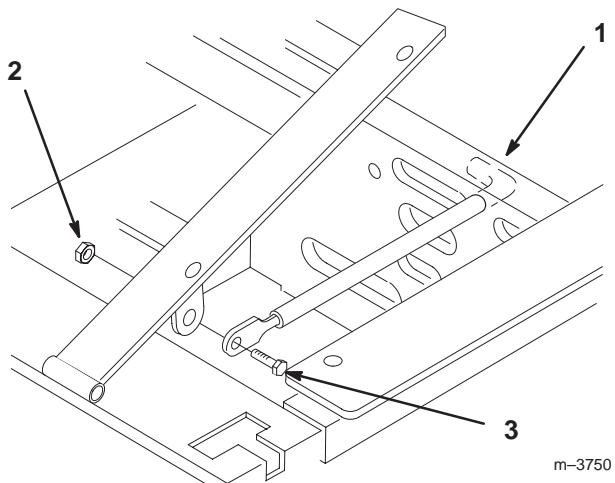

Figure 2
4. Basculer le siège. Retirer l'écrou de 5/16" (8 mm) du boulon qui fixe la tige de retenue du siège au châssis du siège (Fig. 2).
5. Retirer du siège la tige de retenue, et insérer l'extrémité en "L" de la tige dans le trou juste au-dessus de la visserie de fixation de la pompe hydraulique de gauche (Fig. 2).
6. Placer la tige de retenue du siège contre le tasseau du châssis du siège, du côté extérieur, et la fixer à l'aide du boulon de 26 mm (5/16–18 x 1") et de l'écrou de 8 mm (5/16") (Fig. 2).